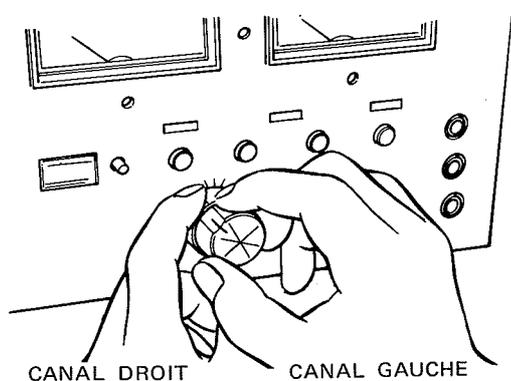

Fig. 8
Comme le montre la Fig. 8, les niveaux d'enregistrement pour les canaux gauche (L) et droit (R) peuvent être réglés indépendamment à l'aide des commandes d'entrée (INPUT).